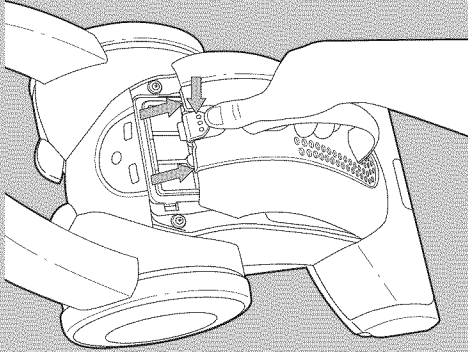

Fig. 9
- 22 Push the bag cover latch and remove the cover as shown (Fig. 9).
- 22 Poussez le verrou du couvercle de sac et retirez-le de la manière illustrée (Fig. 9).
- 22 Presione la traba de la cubierta de la bolsa y retire la cubierta como se muestra (Fig. 9).